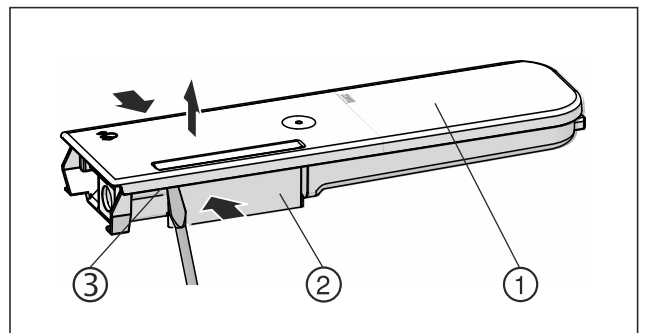

Fig. 165
- ▶ Presione el depósito de agua Fig. 165 (2) y haga palanca con cuidado en la tapa Fig. 165 (1) sobre los pestillos Fig. 165 (3) y tire de ella hacia arriba.
- ▶ Mover suavemente la tapa Fig. 165 (1) hacia delante y hacia atrás y retirarla hacia arriba.